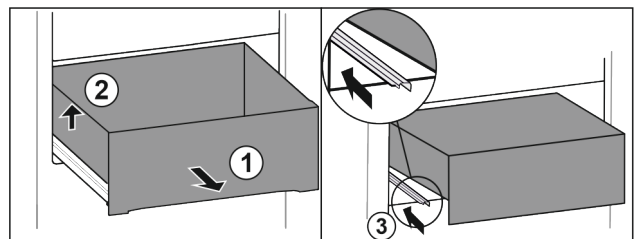

Fig. 159
- ▶ A fiókot ütközésig húzza ki. Fig. 159 (1)
- ▶ Emelje meg a fiók bal oldalát. Fig. 159 (2)
- ▶ Tolja be a bal oldali sínt. Fig. 159 (3)